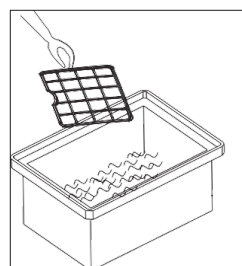

Fig. 3
3. Rincer le filtre à air (Fig. 3).